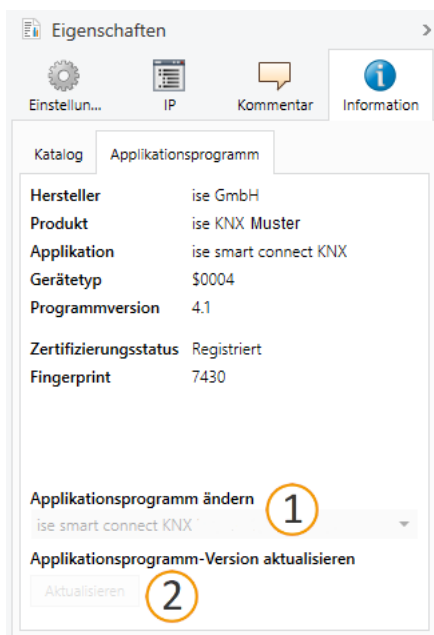

Abbildung 17: Applikationsprogramm aktualisieren
5. Wählen Sie die Schaltfläche <<Aktualisieren>> unterhalb des Punkts <<Applikationsprogramm-Version aktualisieren>> (siehe Abbildung 17, Pos. 2)
○ Wenn Sie den Wert unter <<Applikationsporgramm ändern>> (siehe Abbildung 17, Pos. 1) ändern, gehen benutzerdefinierte Einstellungen, wie z. B. die Verknüpfungen zu den Gruppenadressen verloren.